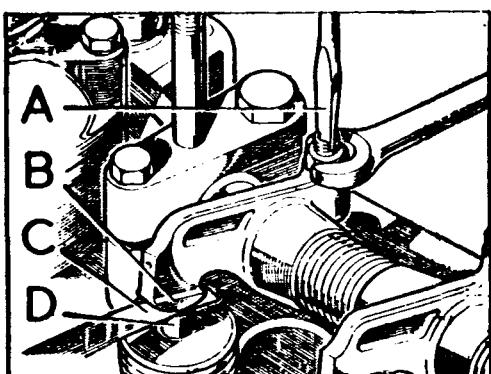

Fig. A1-56 Reglaje de taqués
- 1.3. Ajustar el juego de taqués a 0,25 mm. para todas las válvulas con el motor frío o caliente (Fig. A1-56).